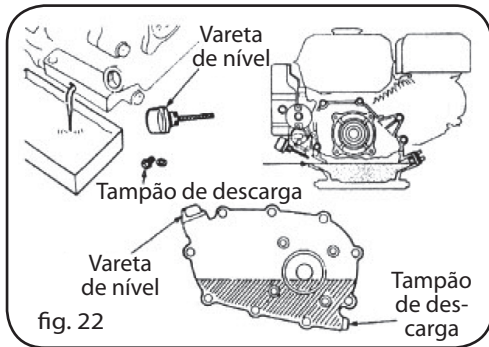

fig. 22
- a) Afrouxar o tampão do óleo e o tampão de descarga para escorrer completamente o óleo. Apertar bem o tampão de descarga (Fig. 22).